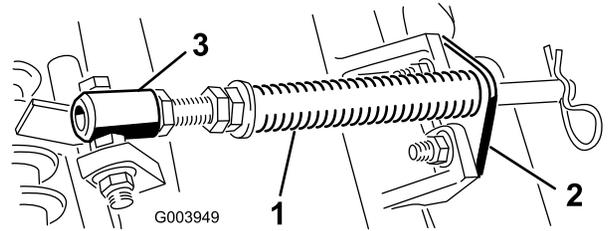

图 4
1. 拆下把杆支架固定到滚刀组凸耳上的 2 个车身螺栓和螺母 *图 4*。
2. 拆下将弹簧套管栓固定到承载架凸耳 (*图 4*) 上的凸缘螺母拆下组件。
注意 将螺栓头朝向凸耳外侧如 *图 4* 所示。